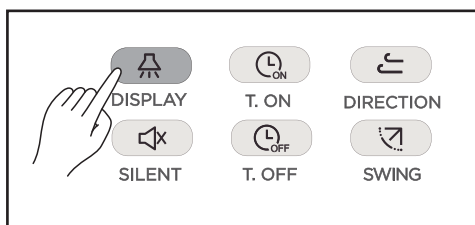

Figura 3.11
1. Quando o controle remoto estiver no estado ligado ou desligado, pressione  (consulte a Figura 3.11) e o mostrador da unidade interna se iluminará;